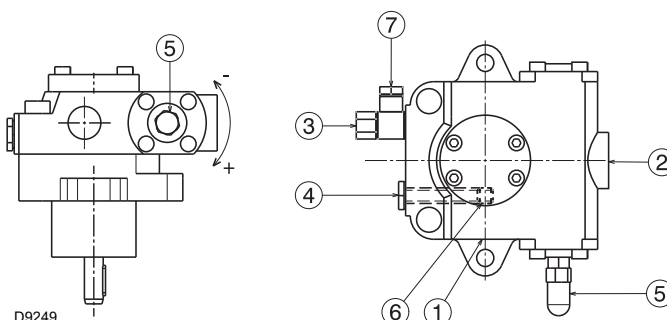

Abb. 22
Sie sind am Brenner installiert und der Bypass wird mit der Schraube 6 (Abb. 22) geschlossen.
- Damit sich die Pumpe (Abb. 22) selbst einschalten kann, muss unbedingt die Schraube 4) der Pumpe gelockert werden, damit die Saugleitung entlüftet wird.
Legende (Abb. 22)
Der vorstehend genannte Vorgang ist möglich, da die Pumpe werkseitig mit Brennstoff gefüllt wird. Falls die Pumpe geleert wurde, muss sie vor dem Starten über den Stopfen des Vakuummeters 4) (Abb. 22) mit Brennstoff gefüllt werden, andernfalls kommt es zum Festfressen.